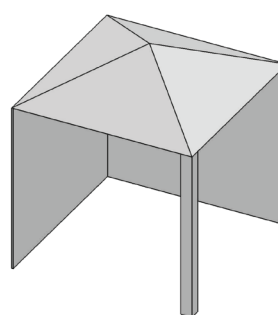
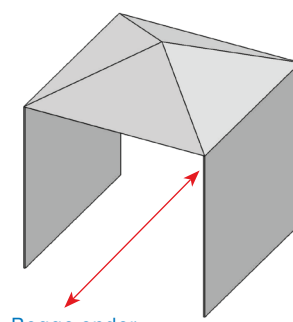

Fig. 2
Fig. 3
- » Sideveggene kan være parallelle, som i en gangbro, eller i rett vinkel til hverandre. (Fig. 2 & Fig. 3)